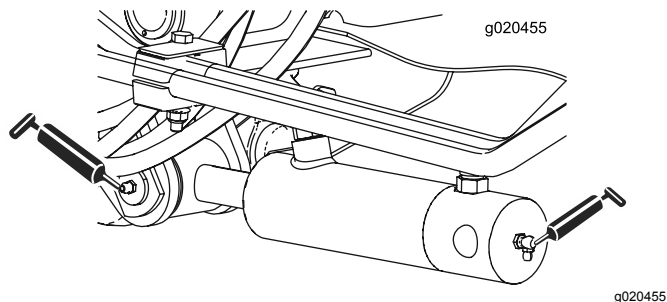

Figura 69
- Casquillos de los cilindros de los brazos de elevación (2 en cada lado) (Figura 69)